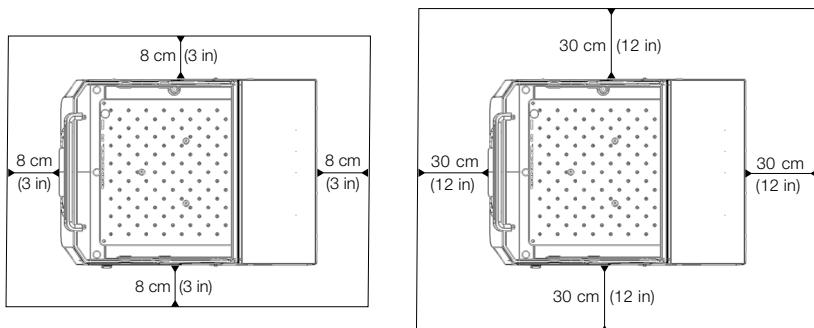

図9：恒温シェーカー（加熱式）（左）と冷却シェーカー（冷却・加熱式）（右）の間隔を空けた設置図。冷却シェーカー（冷却・加熱式）の上に何もない場合は、左の画像が適用されます。
- Solaris 2000 I・4000 Iなどの恒温シェーカー（加熱式）には、図 9の左図に示すように、台の縁からすべての4辺に対して8cm (3インチ) の空間が必要です。
- Solaris 2000 R・4000 Rなどの冷却シェーカー（冷却・加熱式）では、図 9の左図に示すように、フードの上に何もない空間がある場合は、台の縁からすべての4辺に対して8cm (3インチ) 間隔を空けて操作します。
- Solaris 2000 R・4000 Rなどの冷却シェーカー（冷却・加熱式）の上の空間が遮られている場合は、図9の右図に示すように、台の縁の周囲からすべての4辺に対して30cm（12インチ）の空間に増やす必要があります。